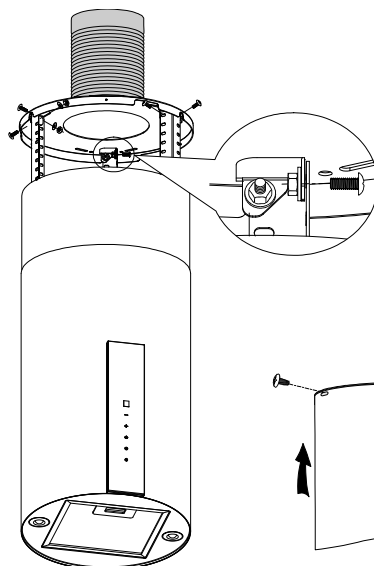

Рис. 8
9. Установите прибор и достаньте гофротрубу из потолка. Затем с помощью 6 шт. винтов М4Х10, гаек М4 и шайб прикрепите уголки к потолочной пластине. См. рис. 8